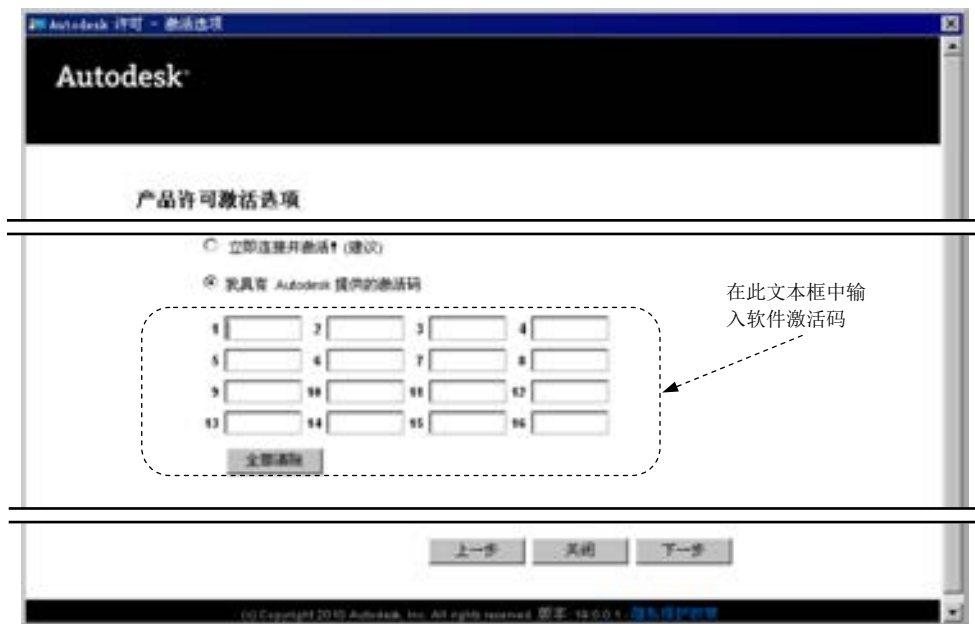

图 1.2.2 “Autodesk 许可-激活选项”界面 (二)
(1) 在图 1.2.2 所示的“Autodesk 许可-激活选项”界面(二)选中 我具有 Autodesk 提供的激活码单选项, 在其下方的文本框中输入软件激活码并单击 **下一步** 按钮。
(2) 系统弹出“Autodesk 许可-激活完成”界面, 表明 AutoCAD 2016 软件已被激活, 单击该界面中的 **完成** 按钮。至此便完成了 AutoCAD 2016 的激活, 以后启动 AutoCAD 2016 时无需再激活。
(3) 启动 AutoCAD 2016 后打开“Autodesk Exchange”界面, 关闭该界面后系统进入 AutoCAD 2016 的使用界面。